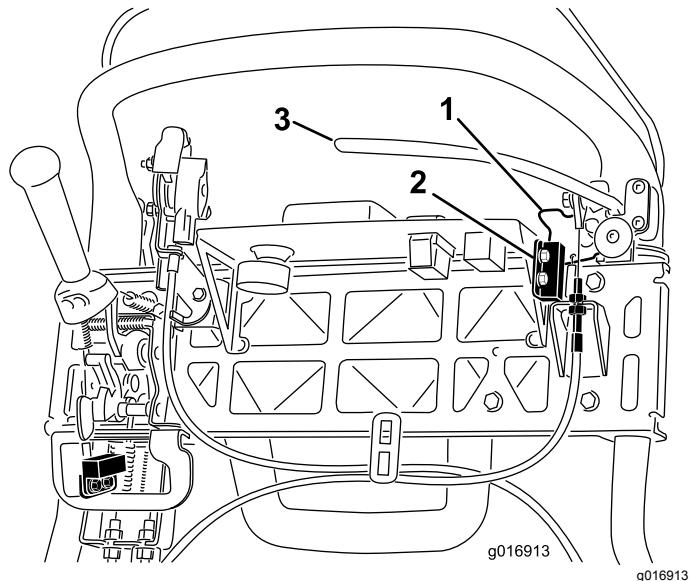

Figura 45
4. Afloje y retire las fijaciones de montaje del interruptor de seguridad (Figura 45).
5. Coloque un suplemento de 1,6 mm de grosor entre el seguro del freno de estacionamiento y el interruptor de seguridad (Figura 45).
4. Para aumentar la tensión del cable, afloje la contratuerca superior del cable y apriete la contratuerca inferior del cable (Figura 45) hasta que la fuerza necesaria aplicada en el manillar de la palanca del freno para liberar el seguro del freno de estacionamiento sea de 156 N.